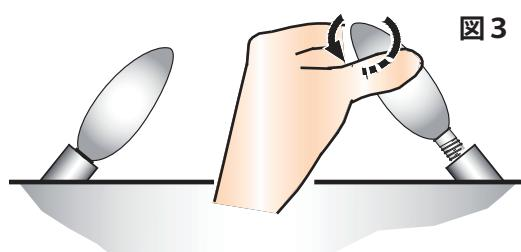

図3
- ④ 電源プラグをコンセントに接続し「メインスイッチ」を入れて、切れている電球を確認します。
- ⑤ 再び「メインスイッチ」を切り、電源プラグをコンセントから抜きます。
- ⑥ 切れている電球を新しいものに交換します。（図3）
電球を取り外す際は、図3のように電球を持ち、時計と反対回りに電球を外します。本体背面から見て、右側の電球は奥に回し、左側の電球は手前に回します。